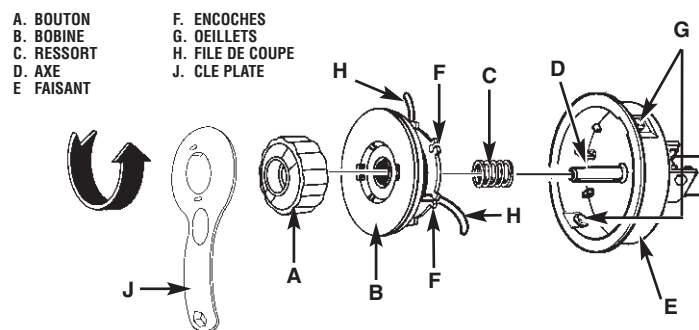
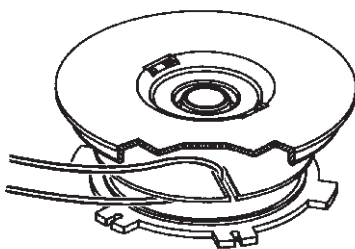

Fig. 8
Fig. 9
1. Tourner le bouton (A) VERS LA GAUCHE et le retirer (Figure 8).
2. Retirer la bobine (B) et le ressort (C) de l'axe (D).
3. Retirer le restant de fil (H).
4. Doubler une longueur de 4,3m (14') de fil de coupe de 0,24 ou 0,20cm (0,095 ou 0,080"). Glisser le centre bouclé dans une des encoches (F) du séparateur de bobine (Figure 9).